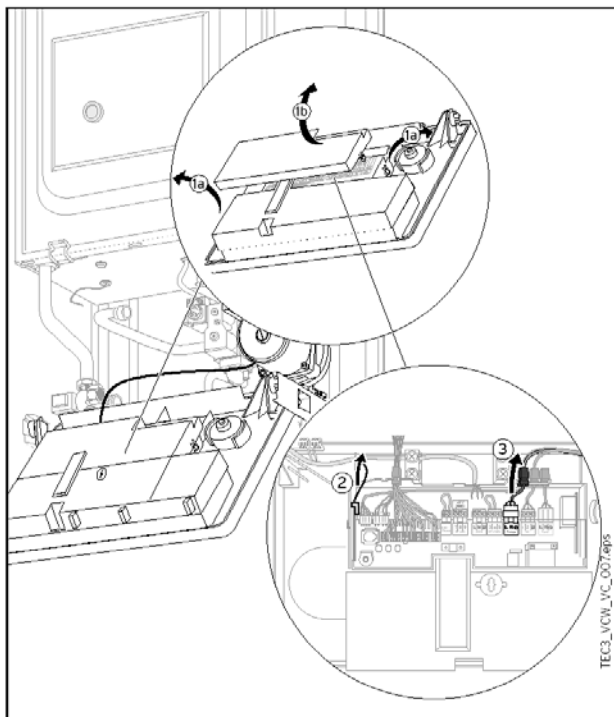

Рис. 7: Демонтируйте насос (электрическая часть).
9. Демонтируйте насос. См. рис. 7 и 8.